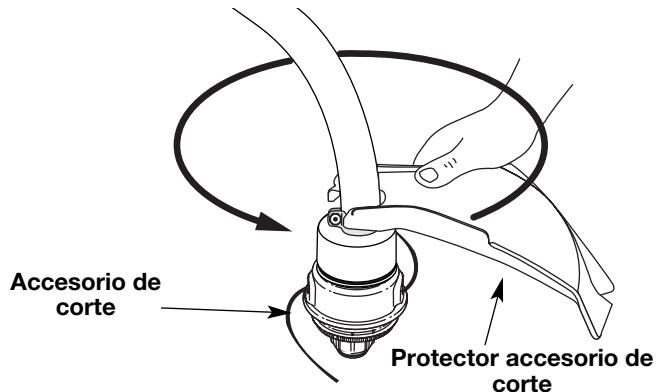

Fig. 4
2. Empuje el protector accesorio de corte hacia abajo hasta la parte superior del ensamblaje del accesorio de corte y luego gire el protector accesorio de corte 180°. Alinee los 4 orificios de los tornillos y calce el protector accesorio de corte en forma segura en la cavidad cóncava (Fig. 4).